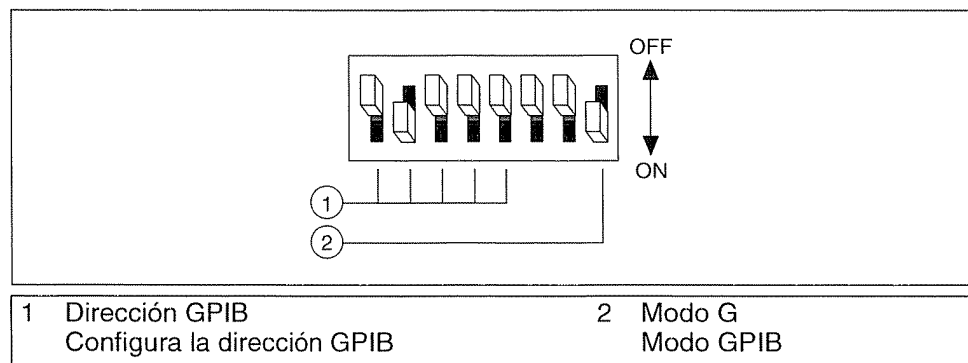

Figura 9-29. Ajustes de configuración GPIB para el simulador de instrumentos A de NI
- Configure el conjunto izquierdo de interruptores del lado del cuadro para que coincida con el de la figura 9-29.